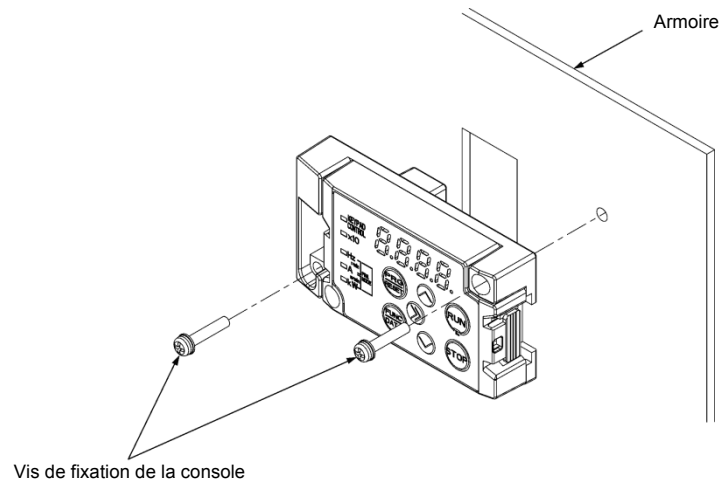

Figure 13.1-7 Fixation de la console
- (4) Fixez la console sur l'armoire à l'aide des 2 vis de fixation du capot arrière de la console. (Cf. Figure 13.1-7) (couple de serrage : 0,7 N•m (6,2 lb-in))